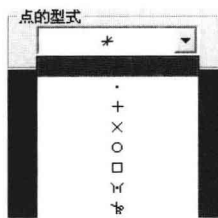

图 1-12 “点型”列表
(5) “点型”:设置当前作图的点样式,可以直接从下拉列表中选择。系统提供了8种点样式,如图1-12所示。